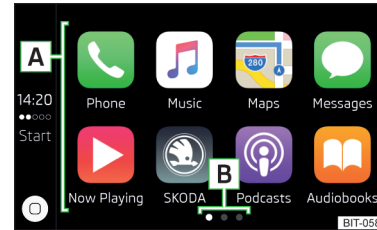

Abb. 205
- ▶ Im Hauptmenü Apple CarPlay die gewünschte Anwendung im Bereich **A** » Abb. 205 auswählen.